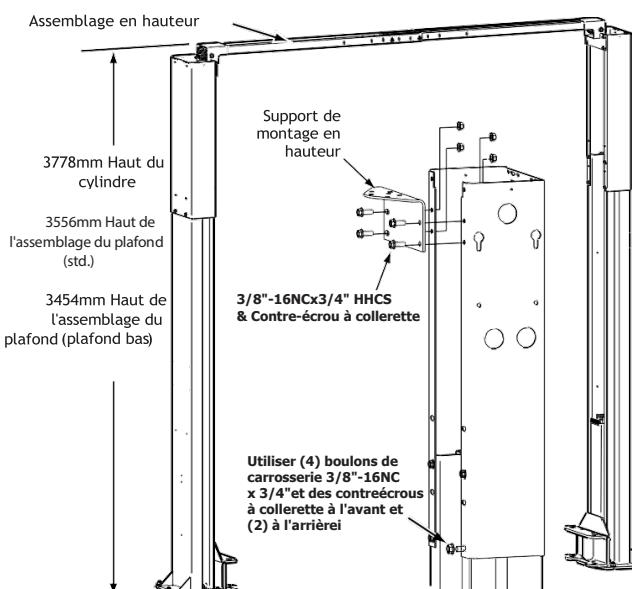

Fig. 2
Voir Fig. 2 pour la hauteur totale du pont élévateur de chaque modèle spécifique de pont élévateur. Ajouter 25 mm à la hauteur totale jusqu'à l'obstacle le plus bas.
Avant de redresser les colonnes, installez les extensions de colonne à l'aide de (12) écrous frein à collarette et de vis à tête hexagonale (HHCS) pour chariots de 3/8"-16NC x 3/4", Fig. 2 et Fig. 3.
Support de montage en hauteur: Installer les supports de l'étrier sur les extensions de colonne, Fig 2.